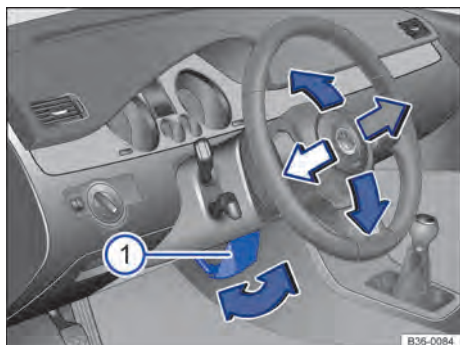

Fig. 50 Ajustar a posição do volante mecanicamente.
- Virar a alavanca $\Rightarrow$ Fig. 50 ① para baixo.